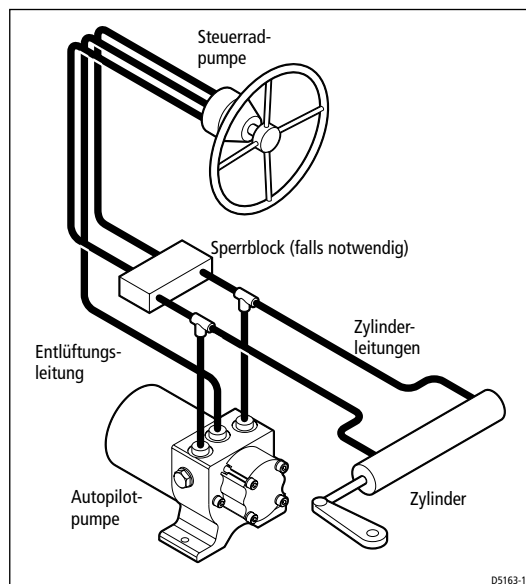

Abb. 5: Autopilotpumpe in einem Zweileitungssystem
- Hat das Boot eine einzelne Pumpe ohne Sperrblock, müssen Sie einen einfügen (Teilenummer M81166) (siehe *Abbildung 5*).
- Ein Sperrblock kann auch bei sehr langen Leitungen notwendig werden, da deren Ausdehnung die Leistung des Autopiloten beeinflussen kann. Installieren Sie den Sperrblock wie in *Abbildung 5* dargestellt.
Abbildung 5 zeigt den Anschluss eines Zweileitungssystems. Hydraulikflüssigkeit fließt in Abhängigkeit der Drehrichtung der Pumpe in beiden Richtungen durch den Zylinder. Schließen Sie die Pumpe des Autopiloten wie in *Abbildung 5* gezeigt an.